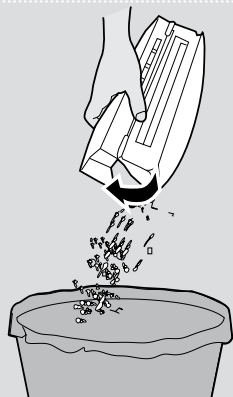

Abb. 18
2. Halten Sie den Staubbehälter über einen Abfallbehälter. **[Abb. 18]**